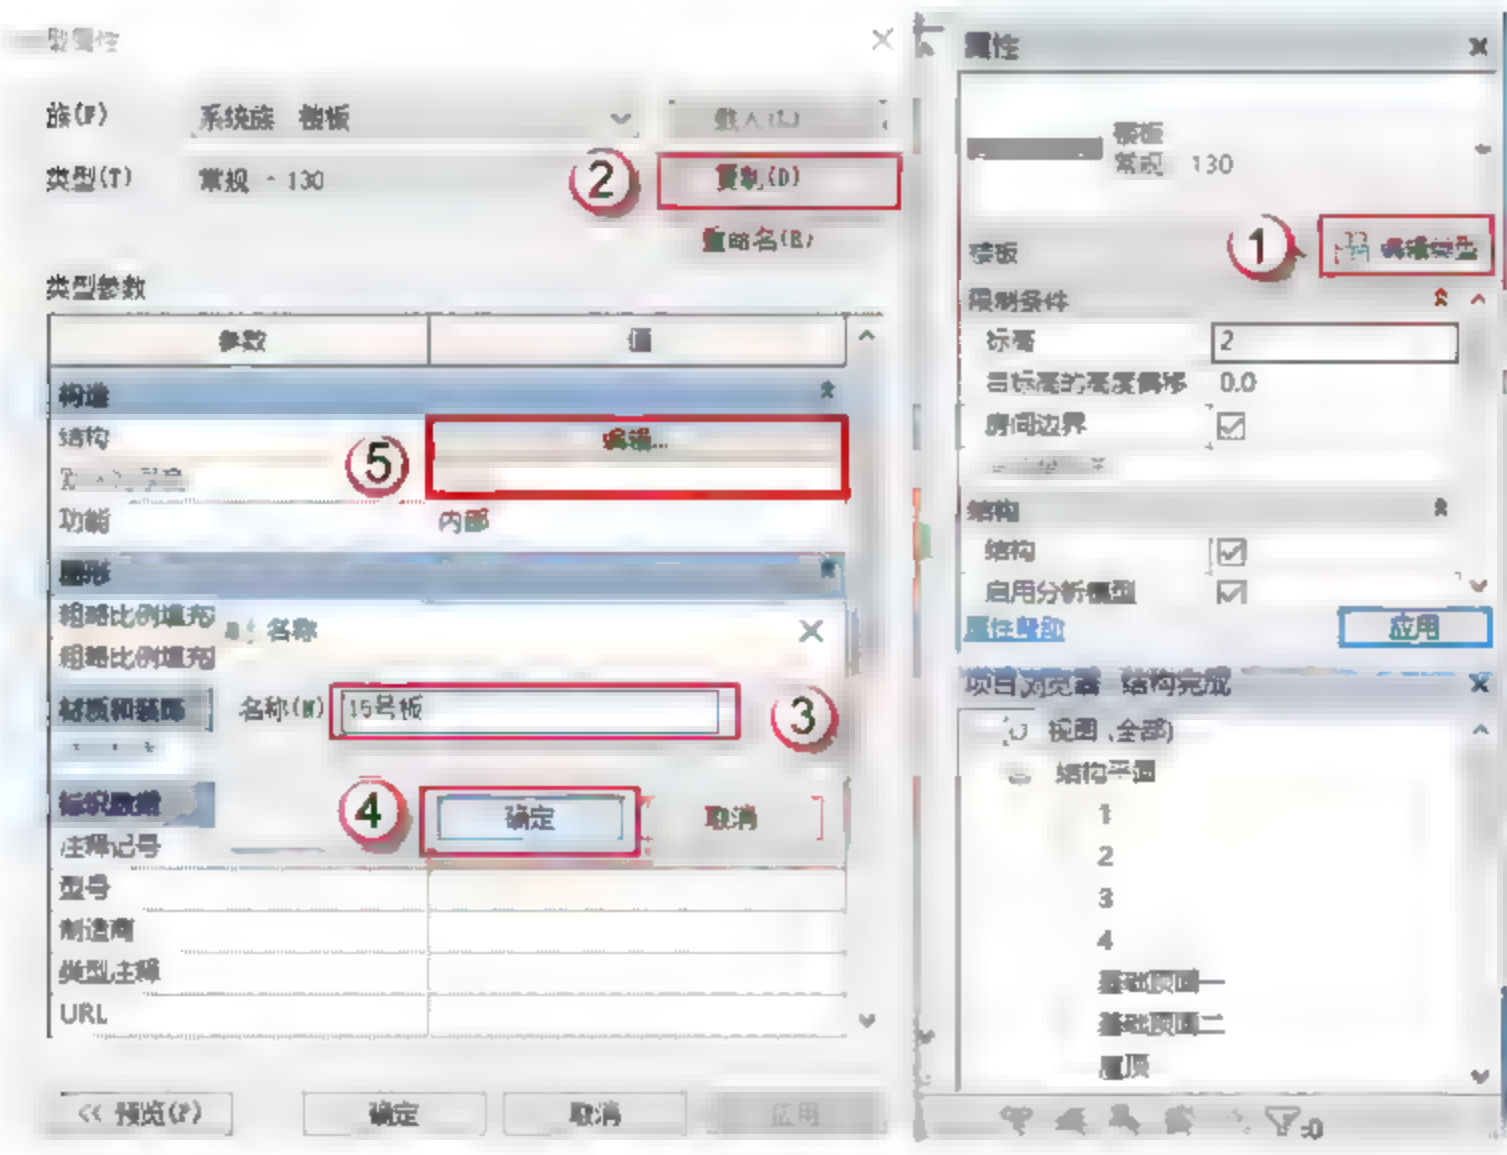

图 4.3.31 设置 15 号板参数
(6) 设置 15 号板参数，按快捷键 S+B，进入编辑模式，单击“编辑类型”按钮，在弹出的对话框中单击“复制”按钮，再在弹出的对话框中命名板号，单击“确定”按钮。单击“编辑”按钮设置参数，将板厚设置为 130，如图 4.3.31 所示。